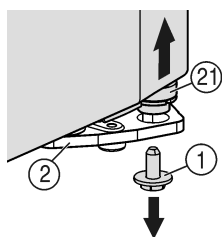
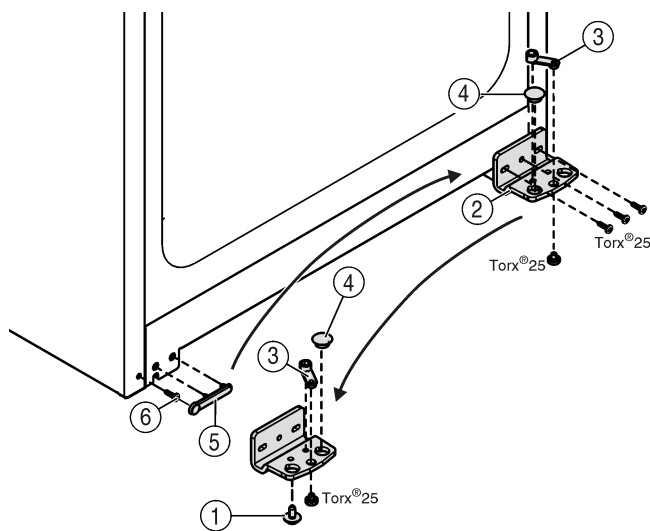

Fig. 4
Fig. 5
- ▶ Rechts onder aan de lagerbus de borgschroef Fig. 4 (1) uitdraaien.
- ▷ De lagerbout Fig. 4 (21) komt uit de lagerbus Fig. 5 (2) los.
- ▶ Indien de lagerbout Fig. 4 (21) niet los komt, de bout van onder naar boven drukken.
- ▶ Lagerbus Fig. 5 (2) losschroeven.
- ▶ Lagerdeel Fig. 5 (3) losschroeven en in het tegenoverliggende opnamegat van de lagerbus omzetten en weer vastschroeven.
- ▶ Stop Fig. 5 (4) uit de lagerbus verwijderen en in de tegenoverliggende opening van de lagerbus omzetten.
- ▶ Afdekking Fig. 5 (5) aan kant van de greep voorzichtig wegnemen.
- ▶ Schroef Fig. 5 (6) uitdraaien en aan de andere kant weer indraaien.
- ▶ Afdekking Fig. 5 (5) weer terugplaatsen.
- ▶ Lagerbus Fig. 5 (2) aan de nieuwe scharnierzijde evt. met behulp van een accuschroevendraaier weer **goed (met 4 Nm)** vastschroeven.
- ▶ Borgschroef Fig. 4 (1) onder in de lagerbout draaien en vastschroeven (**met 4 Nm**).